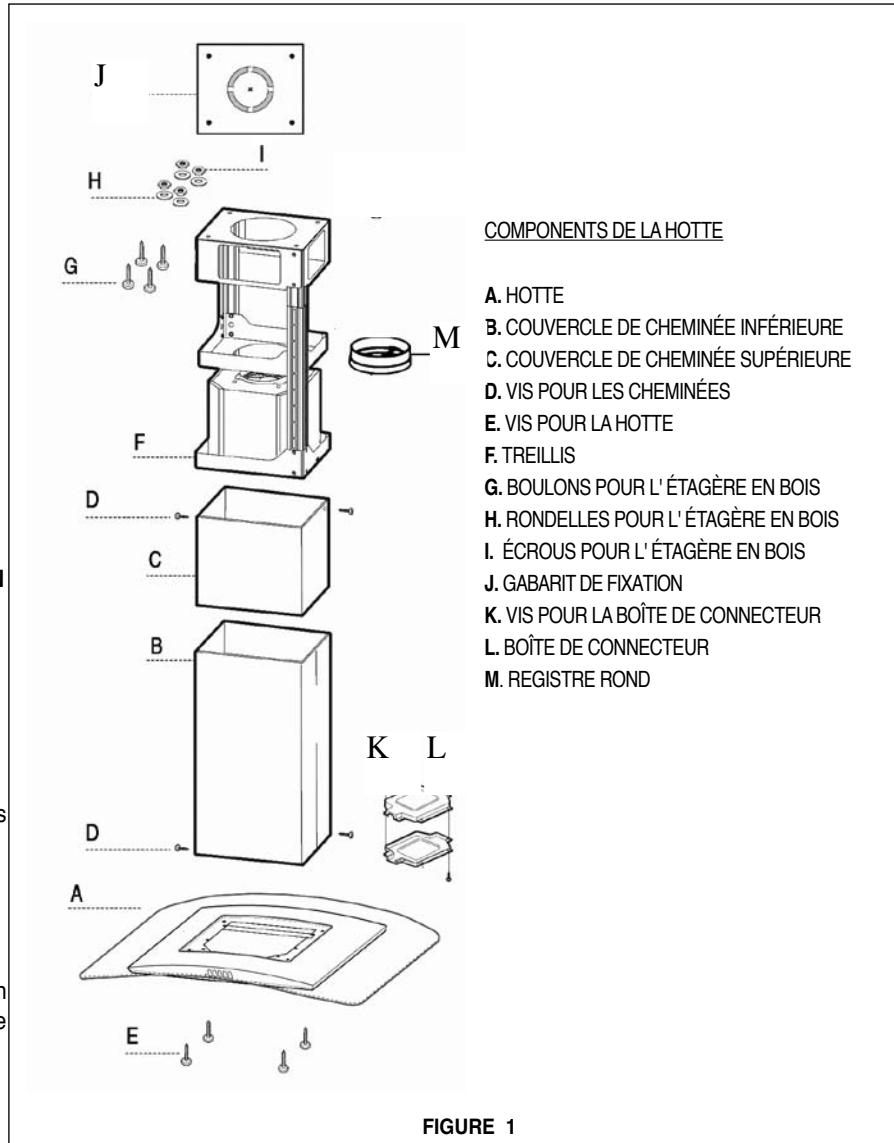

FIGURE 1
Séparer le COUVERCLE CHEMINÉE SUPÉRIEURE (**C** de la FIGURE 1) et le COUVERCLE CHEMINÉE INFÉRIEURE (**B** de la FIGURE 1) du TREILIS (**F** de la FIGURE 1) en dévissant les quatre vis.
La hotte se fixe au plafond à l'aide d'un support métallique (**F** de la FIGURE 1). Ce support doit être fixé au plafond avant que la hotte ne soit installée au support. Puisque cette structure supporte le poids de la hotte, elle doit être fixée fermement au plafond.
POUR DES PLAFONDS EN BOIS - Utiliser quatre longues vis à bois 4 po. et rondelles. POUR LES PLAFONDS EN PLÂTRE OU EN PANNEAUX MURAUX SECS - Si possible, le support doit être fixé aux solives du plafond, sinon, une structure supportante doit être érigée derrière le panneau mural sec. POUR L'ÉTAGÈRE EN BOIS - Utiliser **G**, **H**, & **I** de la FIGURE 1.
7. Pour installations avec conduit, placer le REGISTRE ROND (**N** de la **FIGURE 1**) dans l'ouverture d'échappement de la hotte et appuyer fortement sur le registre.
2. Brancher le conduit sur le REGISTRE ROND (**M de la FIGURE 1**) et sceller toutes les connexions avec du ruban à conduit.